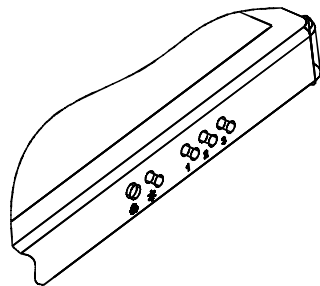

РИС. 7
7.2.1 Кнопочный переключатель (рис. 7) с лампой индикации имеет четыре кнопки с фиксацией. Кнопка с обозначением управляет лампами освещения. Утоплена - «вкл.», отжата - «выкл.».